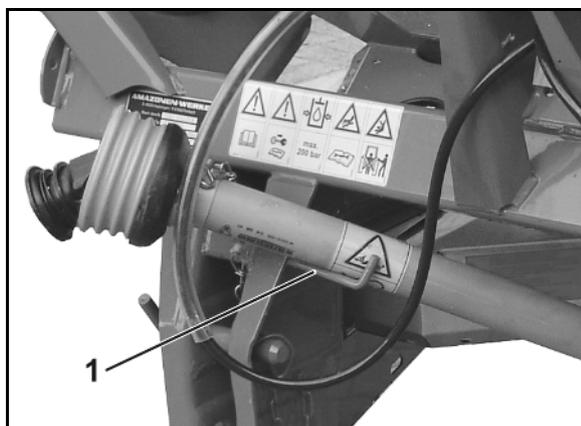

Fig. 34
5. Legen Sie die Gelenkwelle in die vorgesehene Halterung (Fig. 34/1) ab.